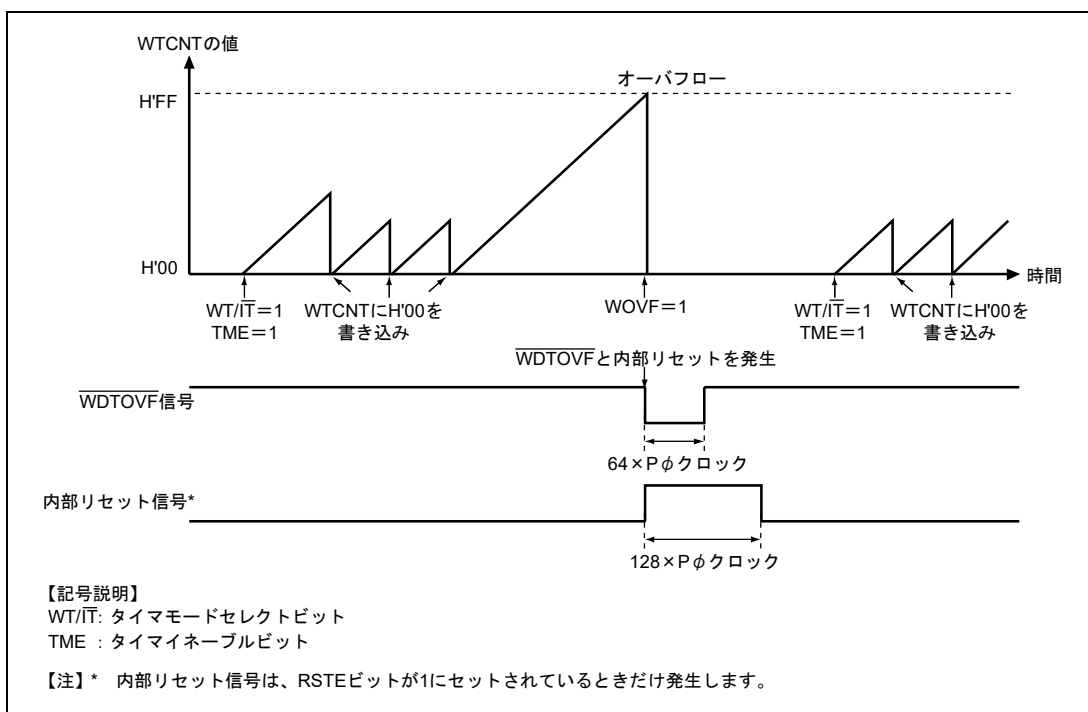

図 14.4 ウォッチドッグタイマモード時の動作
4. カウンタがオーバーフローすると、本モジュールはWRCsrのWOVFを1にセットして、 $\overline{\text{WDOVF}}$ 信号が外部に出力されます。これを図14.4に示します。この $\overline{\text{WDOVF}}$ 信号を用いて、システムをリセットすることができます。 $\overline{\text{WDOVF}}$ 信号は、 $64 \times P\phi$ クロックの間出力されます。